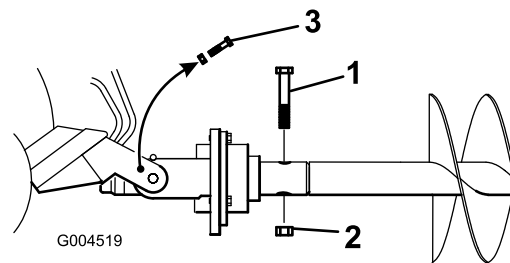

图 8
10. 使用螺栓 $\frac{7}{8} \times 4\frac{1}{2}$ 英寸和螺母 $\frac{7}{8}$ 英寸将螺旋钻固定到驱动头上如图 8 所示。